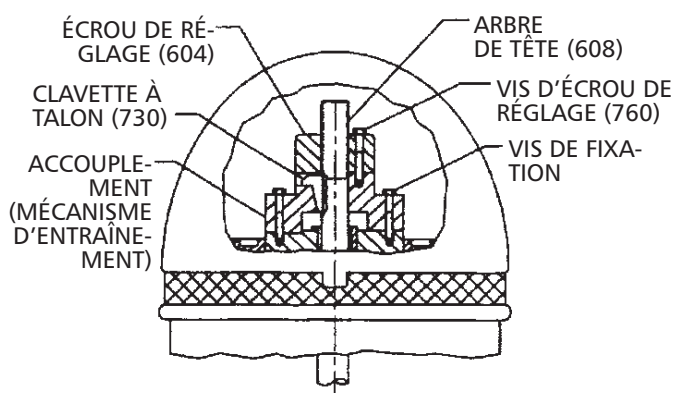

Figure 10
1. La figure 10 montre le mécanisme d'entraînement de toutes les machines d'entraînement à arbre creux. L'arbre de tête (608) sort du sommet de l'arbre creux. Il est maintenu en place par l'écrou de réglage (604) du dégagement des roues, qui a aussi pour rôle de soutenir les charges statique et hydraulique de l'ensemble arbres-roues. L'arbre de tête est raccordé à l'arbre de liaison par un accouplement fileté ou à plateaux rigide.
**NOTA :** le réglage de la position verticale de la ligne d'arbres se fait avec l'écrou de réglage (fig. 10).